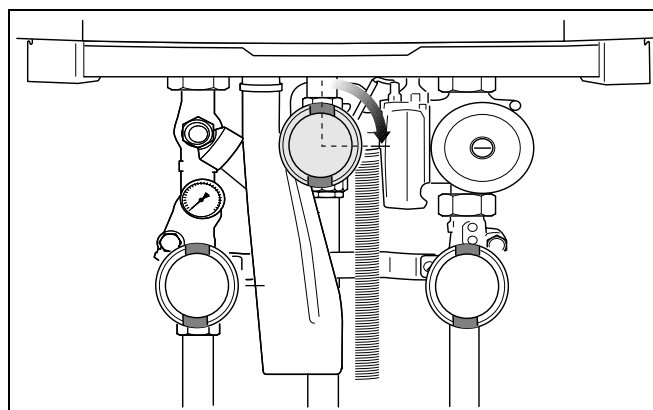

Рис. 23 Закрытие крана подачи газа (здесь: закрыт)
- Закрыть главный запорный кран или кран подачи газа (рис. 23).
- Закрыть запорный кран или кран подачи газа (рис. 23).